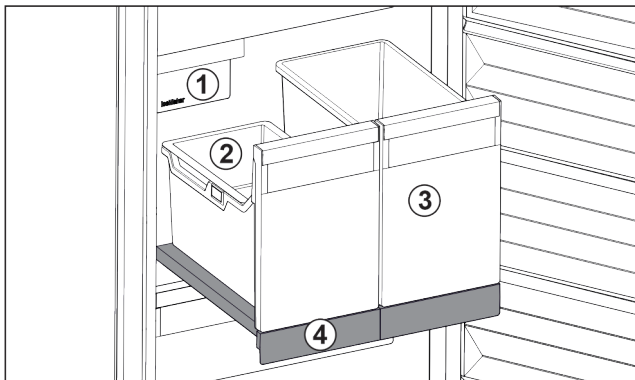

Fig. 83 Izvlečna polica z IceTower
Na izvlečni polici sta dve visoki posodi (IceTower). V posodi Fig. 83 (2) se zbirajo in skladiščijo ledene kocke iz IceMaker. Posoda Fig. 83 (3) je primerna za shranjevanje višjih živil, kot so pice ali alkoholne pijače.